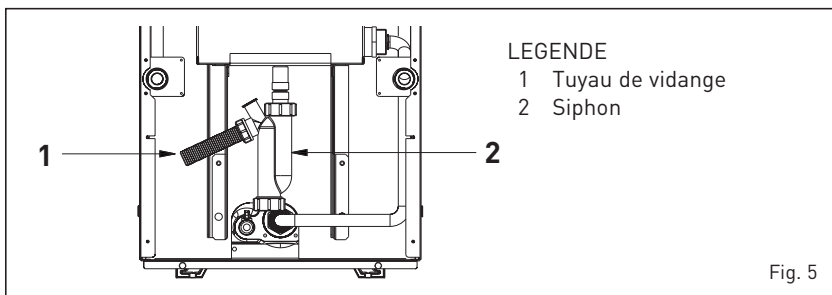

Fig. 5
1.7 MONTAGE DU REVÊTEMENT (fig. 5/a - fig. 5/b)